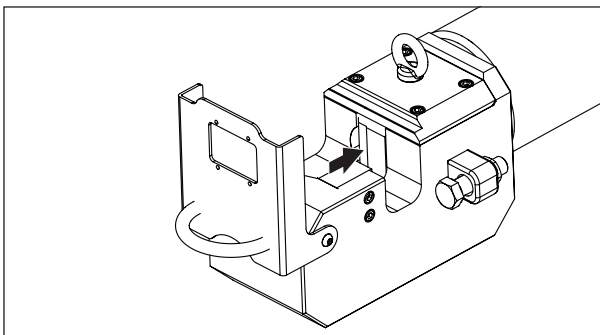

Figura 8, pistão e lâmina na posição inicial (totalmente retraído)
Sempre garanta que o pistão e lâmina móvel estejam na posição totalmente retraída "inicial" antes de colocar qualquer material dentro do cabeçote de corte. Veja a Figura 8.
2. Certifique que o pistão esteja na posição "inicial" (totalmente retraído). Veja a Figura 8.
- 1. Acione a bomba. Mova o pistão para a posição "inicial" (totalmente retraído). Veja a Figura 8.
1. Acione a bomba. Mova o pistão para a posição "inicial" (totalmente retraído). Veja a Figura 8.